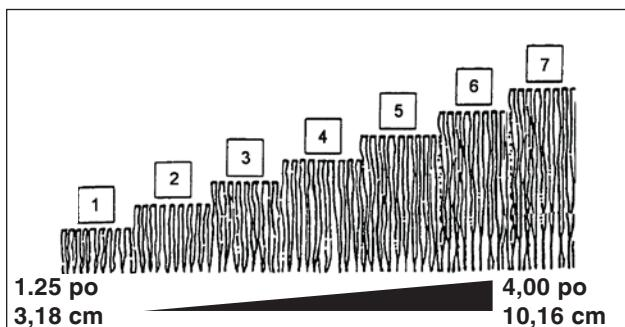

Figure 7 : Réglages de hauteur de coupe (approximatifs)
- Régler toutes les roues à la même hauteur de coupe. La position de coupe la plus haute est l'encoche 7 (Figure 7). La position de coupe la plus basse est l'encoche 1.